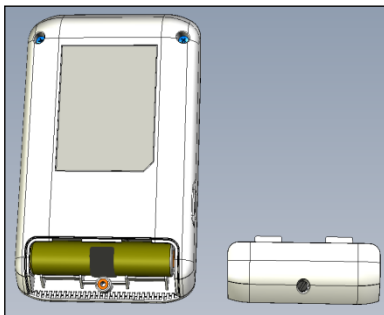
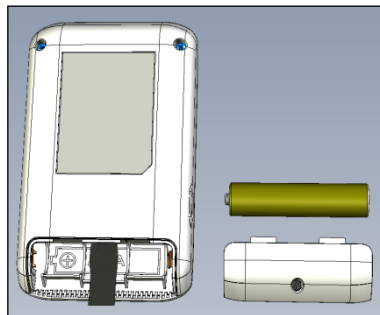

Fig. 1a
Fig. 1b
- 7.2.1. For å installere/bytte batteriet, skru av og fjern batteriboksens deksel på baksiden av enheten (Fig. 1a). Fjern det gamle batteriet (hvis det finnes) ved å bruke det innebygde tøybåndet; sett inn det nye batteriet og følg polaritetsmarkeringer inne i batteriboksen, (Fig. 1b), bytt deksel og stram skruen.